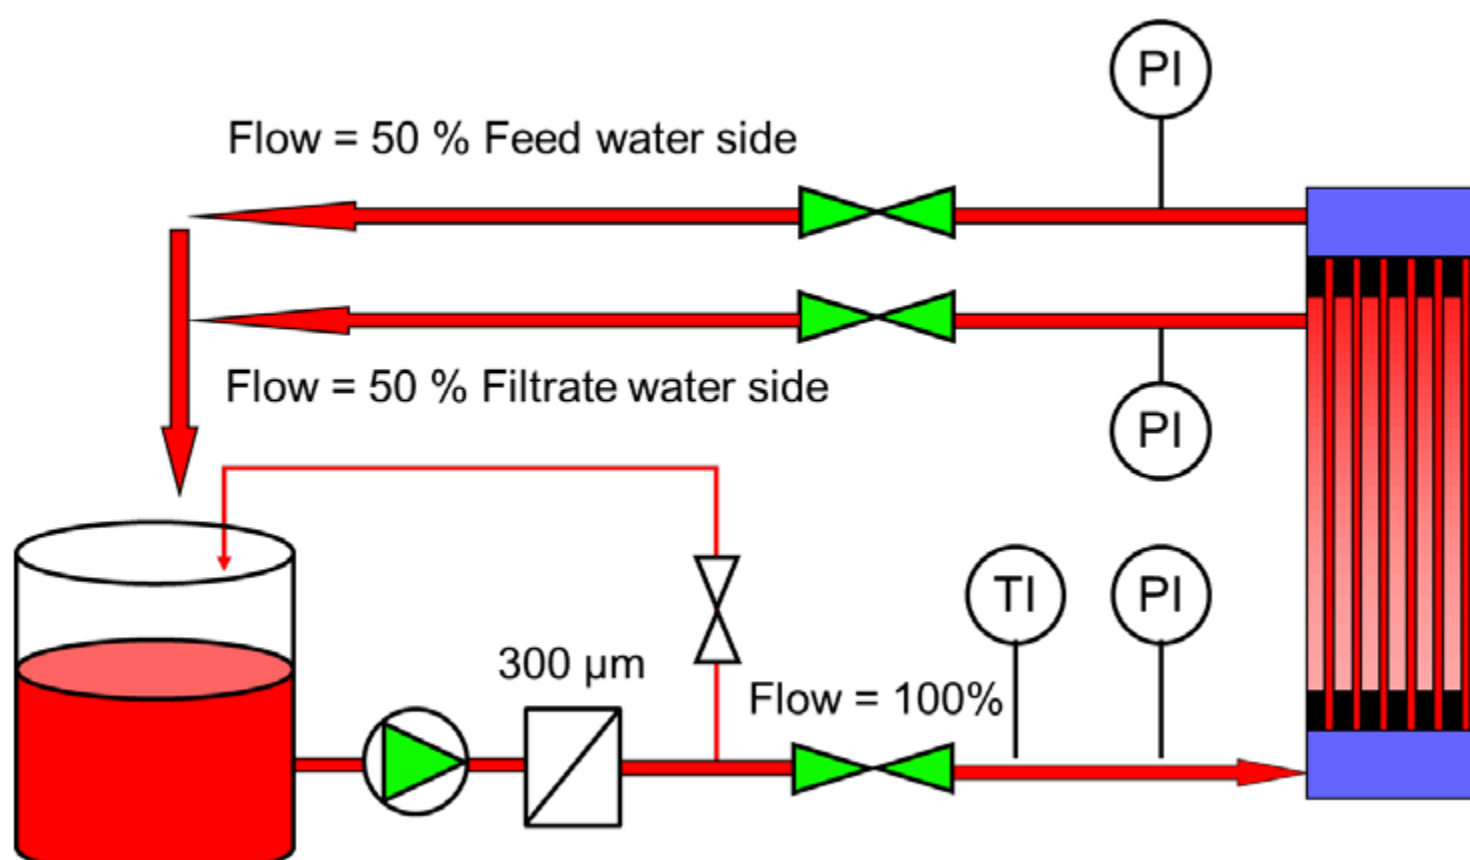

Рисунок 6-3: Циркуляция со стороны подачи и фильтрата.
5. По истечении не менее 60 минут, когда раствор циркулирует исключительно через сторона подачи, процесс переходит ко второму этапу, на котором сторона фильтрации является используется в процессе рециркуляции. Для этого необходимо открыть фильтрующий клапан и дросселировать верхний подающий клапан (рис. 6-3), чтобы обеспечить частичный поток (50%) очищающей жидкости раствор через мембраны поступает в систему возврата фильтрата. Важно обеспечить фильтрат боковую вентиляцию.